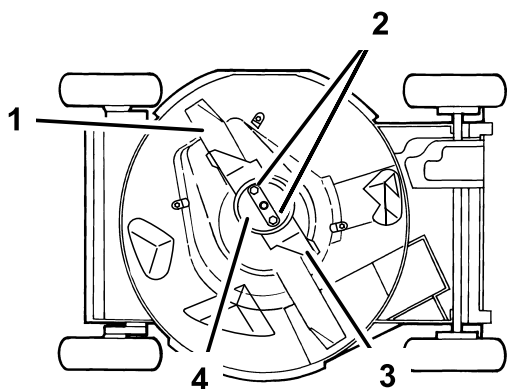

Figura 31
4. Vuelque el cortacésped hacia su lado **derecho** (Figura 31).
Sujete el extremo de la cuchilla usando un paño o un guante grueso. Retire las tuercas de la cuchilla, el protector de césped, el acelerador y la cuchilla (Figura 31).
- Retire las 2 tuercas de la cuchilla, el protector de césped, el acelerador y la cuchilla (Figura 31).